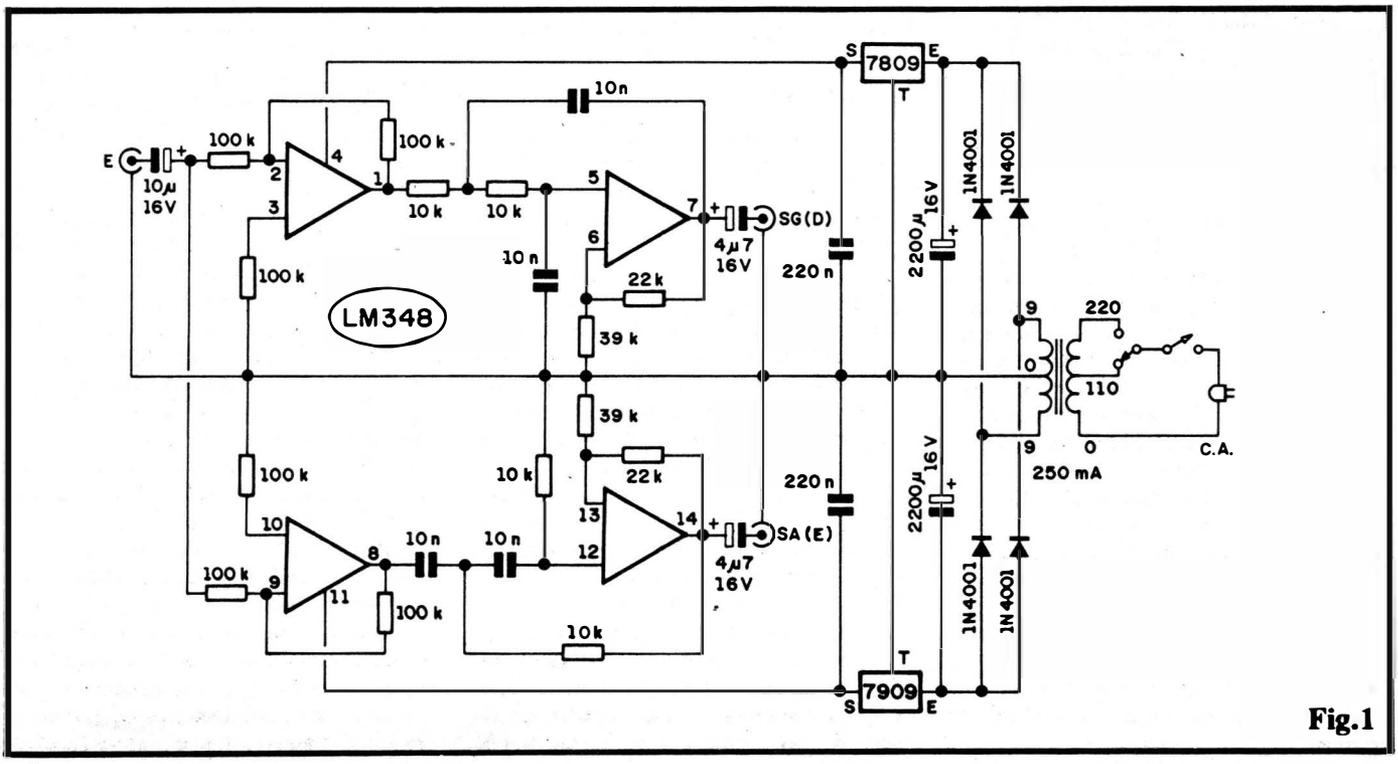
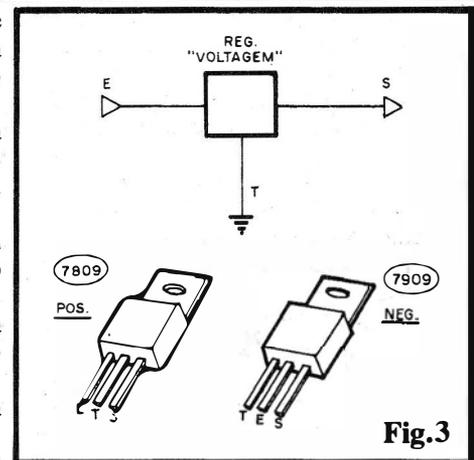

Fig.1
Fig.3
- FIG. 1 - O CIRCUITO - Dentro da
limite, e como "agudos" os acima... As citadas redes RC de filtragem de "segunda ordem", encontram-se nas funções de realimentação positiva dos respectivos Amp.Ops. Já no ramo de realimentação negativa, os resistores de 22K e 39K determinam o ganho de cada módulo... Através dos capacitores de passagem no valor de 4u7 (aos pinos 7 e 14 do LM348), os sinais, já divididos em graves e agudos, são entregues às Saídas - respectivamente "SG" e "SA"... Observando agora os estágios iniciais (esquerda, como é convencional, no esquema da fig. 1) do circuito, temos a Entrada geral, mono, "E", aplicado simultaneamente a dois blocos de isolamento (buffers), com ganho unitário (não amplificam, apenas "isolam" a Entrada dos blocos de filtragem e Saídas...), que ao mesmo tempo permitem o "casamento" com fontes de sinal as mais diversas, em impedâncias e níveis e não "carregam" os relativamente sensíveis blocos de separação tonal, posteriores... Os resistores de 100K acoplados na realimentação/polarização de tais blocos iniciais (Amp.Ops. delimitados pelos pinos 1-2-3 e 8-9-10, respectivamente) determinam o ganho 1 e as impedâncias gerais do grupamento de Entrada, a qual recolhe o seu sinal via capacitor eletrolítico de 10u... Para perfeito equilíbrio do funcionamento dos blocos/módulos, e também no sentido de minimizar a quantidade de componentes de polarização dos Amp.Ops., usamos uma alimentação
FIG. 3 - DETALHAMENTO DOS INTEGRADOS REGULARES DE TENSÃO - Os dois Integrados reguladores de Tensão indicados no diagrama do circuito (fig. 1) e na LISTA DE PEÇAS, “parecem” com meros transistores de Potência da série “TIP” (três terminais, com lapela